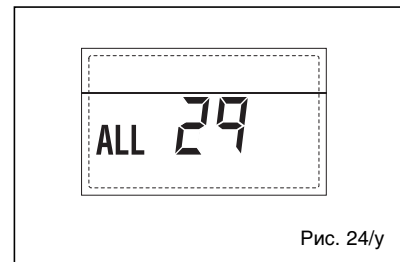

Рис. 24/y
– НЕПОЛАДКА ПОЛОМКИ ДАТЧИКА ПОДАЧИ ВТОРОЙ СМЕШАННОЙ ЗОНЫ “ТРЕВ 23” (рис. 24/s)